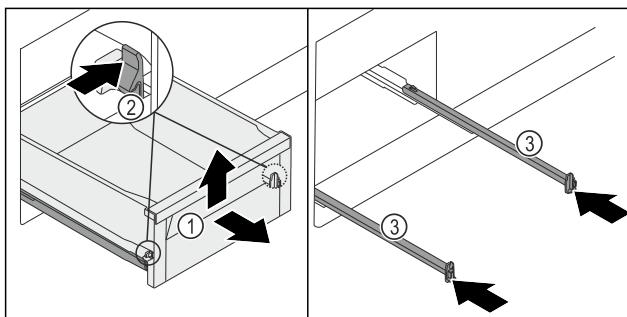

Fig. 122
- ▶ Витягніть висувний ящик Fig. 122 (1) до упору.
- ▶ Одночасно втисніть лівий і правий затискачі Fig. 122 (2) всередину.
- ▶ Висувний ящик Fig. 122 (1) від'єднається від рейок.
- ▶ Підніміть висувний ящик Fig. 122 (1) спереду.
- ▶ Вийміть висувний ящик Fig. 122 (1) рухом уперед.
- ▶ Всуньте рейки Fig. 122 (3).